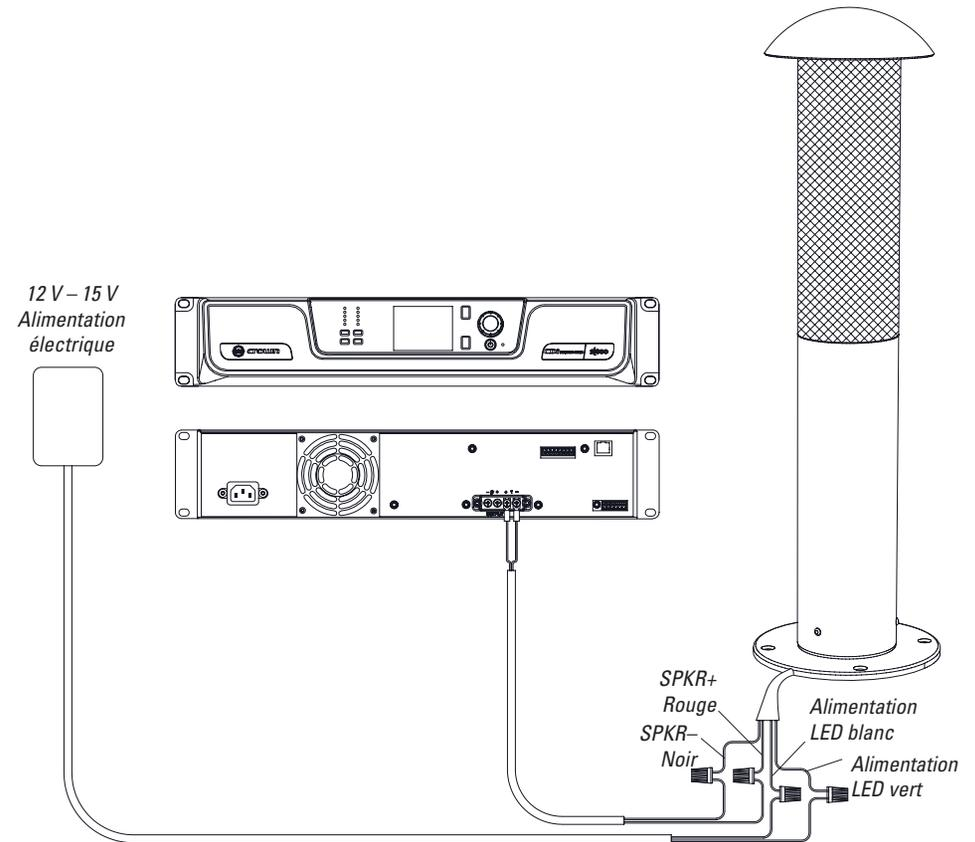

Figure 28
2. Connectez le fil rouge (+) du câble de raccordement d'entrée de l'enceinte au fil (+) de la sortie de l'amplificateur et le fil noir (-) du câble de raccordement d'entrée de l'enceinte au fil (-) de l'amplificateur (voir la figure 28). Utilisez des connecteurs à sertir ou des dominos pour effectuer une connexion sûre. Pour une meilleure fiabilité, effectuez la connexion à l'intérieur d'une boîte de raccordement électrique étanche enterrée IP 65.